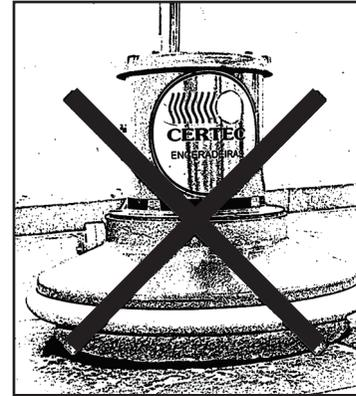

Fig. 9
- 11) Para limpar o equipamento, certifique-se que o equipamento esteja desligado da tomada. Durante a limpeza, use apenas um pano macio levemente umedecido em água, secando em seguida. Enrole o cabo de alimentação elétrica nos encaixes e guarde o equipamento em local seco. Não deixe suportes ou escovas sob o equipamento. Seque os acessórios e guarde-os à parte. (Figs. 9 e 10)